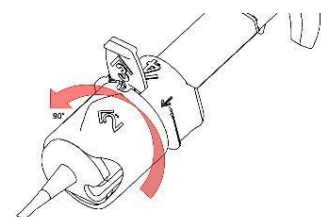

Fig. 2a
5. Rode o anel rotativo transparente como indicado pela seta indicada '2', em sentido contra-relógio por 90 graus, até ficar encaixada no seu devido lugar com um "click" distintivo. (Fig. 2a).